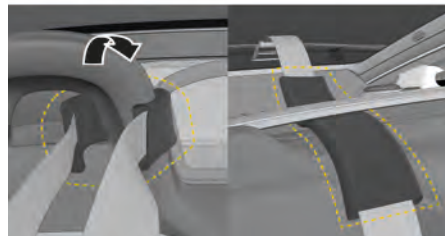

図 152 : 摩耗防止プロテクターの配置
6. ベルトストラップ **2** の摩耗防止プロテクターをマークした箇所 (図 152) 上に配置します。